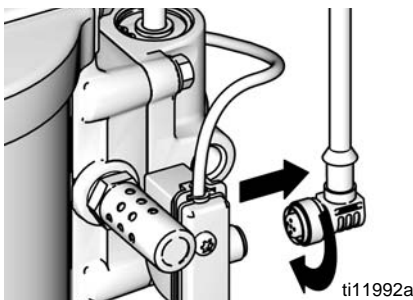

ABB.16. DataTrak abklemmen
1. Kabel von der Reedschalter-Baugruppe abschrauben. Siehe ABB.16.